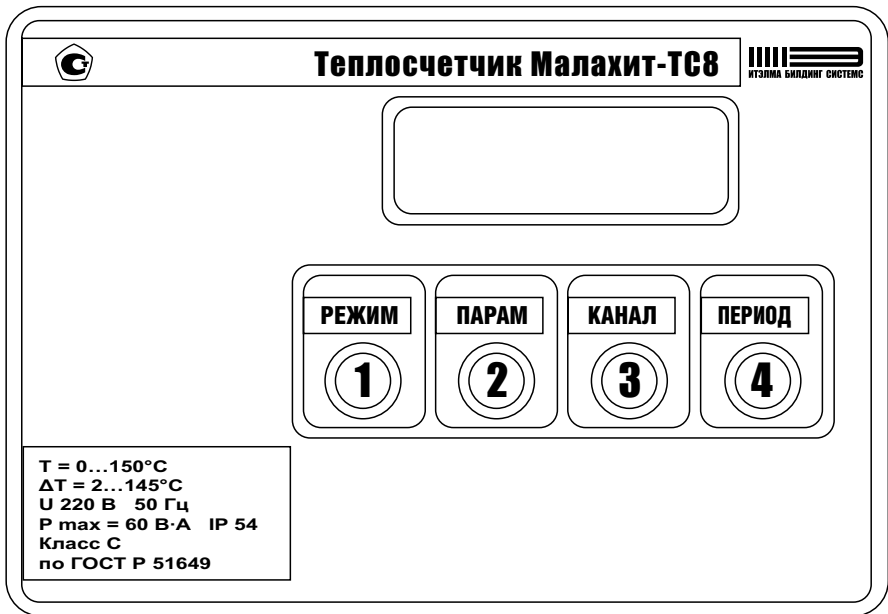

Рис.9
2.3.2.2 Для пользования меню на передней панели электронного блока расположены четыре управляющие кнопки, обозначаемые в дальнейшем «Режим», «Параметр», «Канал», «Период», показанные на *рис. 9*.